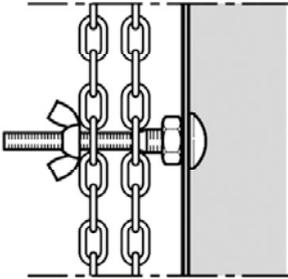

Abbildung 9
- Um das Verkleben der Handkette beim Lauf von Torblatt zu vermeiden und die Bewegung von Personen und Geräten nicht zu stören, soll der untere Teil der Kette in einer Höhe von  $\sim 1,5$  m befestigt werden (Abb. 9).